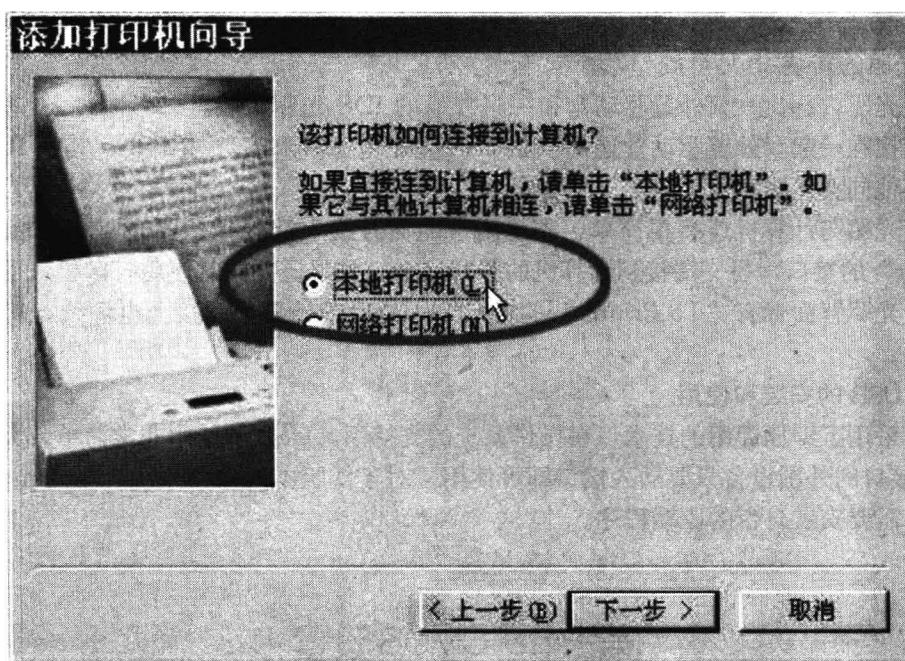

图 1—14 添加打印机
4. 双击桌面上“我的电脑”，选择“打印机”中的“添加打印机”，单击“下一步”，选中“本地打印机”，如图 1—14 所示。